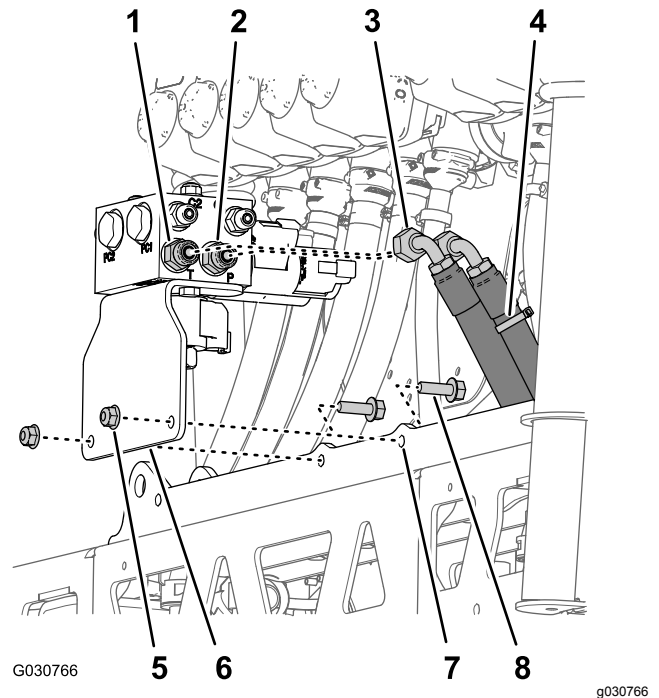

Figura 127
1. Alinee los orificios del soporte del distribuidor de elevación de los brazos que retiró en el paso 3 de Retirada del distribuidor del cilindro de elevación y el soporte \(página 38\) con el bastidor de cilindro de la nueva sección de brazo central (Figura 127).
2. Monte el soporte al soporte del cilindro (Figura 127) con los 2 pernos con arandela prensada (5/16" x 1") y las contratuercas con arandela
4. Conecte la manguera de presión hidráulica (marcada con una brida) al orificio P del distribuidor de elevación de los brazos (Figura 127).
5. Conecte la manguera de retorno hidráulico al orificio T del distribuidor de elevación de los brazos (Figura 127).